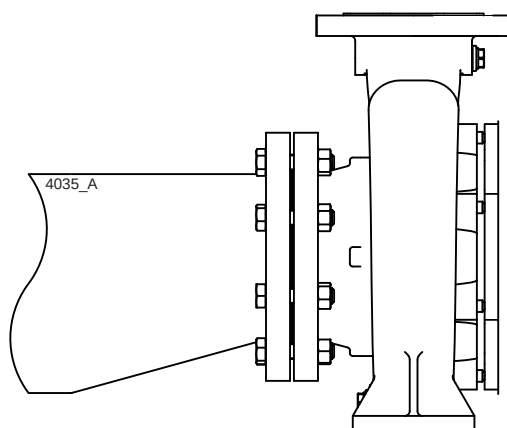

Figura 11: Redutor excêntrico para a flange de sucção.
- A passagem do tubo de sucção deve ser ampla. Este tubo deve ser o mais curto possível e estender-se até à bomba de modo a que não se criem bolsas de ar. Caso isto não seja possível, deve ser colocado um dispositivo de ventilação no ponto mais alto do tubo. Se o diâmetro interior do tubo de sucção for maior do que a ligação de sucção da bomba, deve ser aplicado um redutor excêntrico para impedir a formação de bolsas de ar e redemoinhos. Consulte a figura 11.